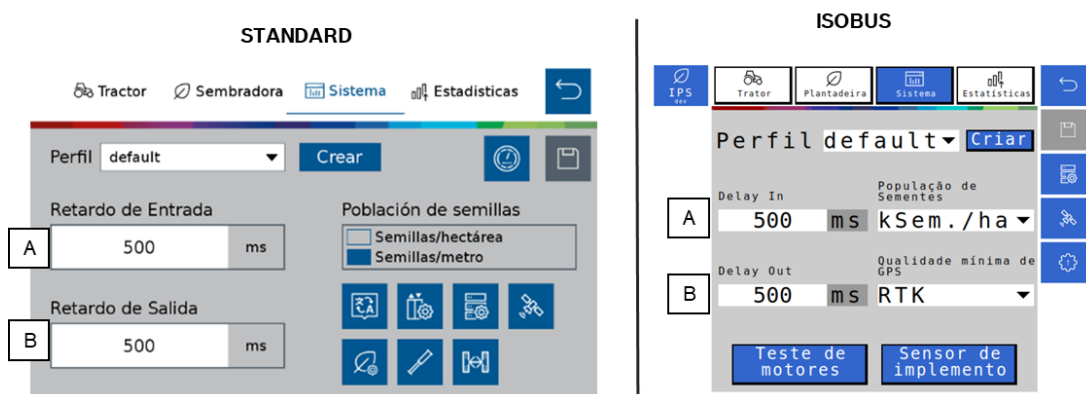

Figura 53- Pantalla para el recorte automático
Aparecerá la siguiente pantalla, Figura 53
Para medir y determinar los valores que se deben introducir en los campos de ajuste de entrada, Figura 53, es necesario que la máquina esté cargada de semillas, con disponibilidad de vacío y tenga un área con dimensiones suficientes para realizar el procedimiento de calibración.
8. Los valores medidos en los artículos 6 y 7 deben convertirse antes de introducirse en el campo retardo de entrada y retardo de salida, Figura 53 Para ello, multiplique las distancias encontradas en los pasos anteriores por 5.
Si en el siguiente procedimiento para medir el retardo de entrada y salida, los promedios de distancia de semilla son, por ejemplo, 10 cm y 5 cm, en los pasos 6 y 7 respectivamente, los valores introducidos en la pantalla de la Figura 53 serán los siguientes: